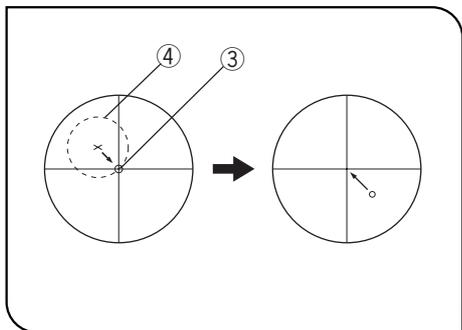

図 28
10) 回転ステージの心調整を行います。(図28,29)
- b) クロス接眼レンズのクロス線の中心に標本の目印③となるものをもってきます。
- c) ステージを回転させ、目印の描く円④の中心をクロス線の中心にステージの心出しつまみ(2ヶ所)⑤を回して、移動させます。